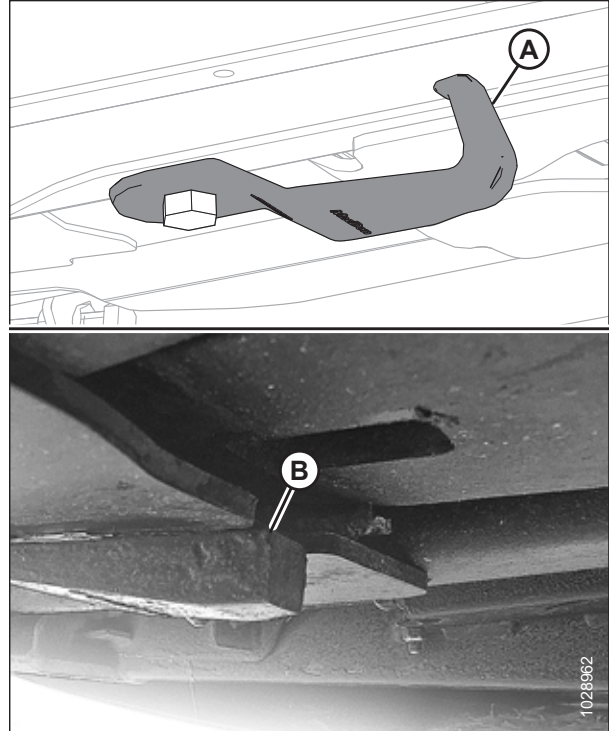

Figure 4.212: Crochets de sécurité de liaison
La figure 4.212, page 718 montre un crochet de sécurité non endommagé (A) et un autre endommagé (B). Un crochet de sécurité étiré n'est pas illustré.